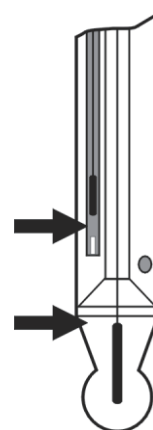

Рис. 3
4.5 Убедиться в отсутствии воздушных пузырей в местах, показанных стрелками на рис.3 и при необходимости удалить их встряхиванием (как встряхивают медицинский термометр), при этом пузыри должны переместиться в верхнюю часть электрода.